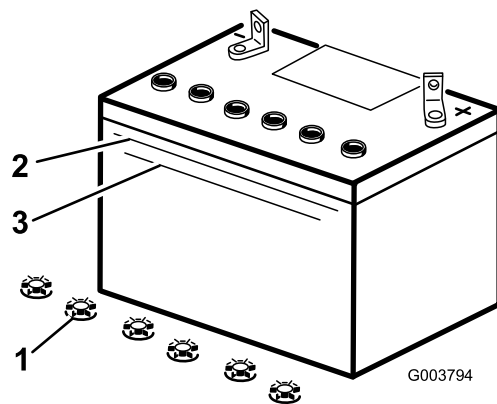

Figure 36
3. Observez le côté de la batterie. Le niveau de l'électrolyte doit atteindre le trait supérieur (Figure 36). Le niveau d'électrolyte ne doit pas descendre au-dessous du trait inférieur (Figure 36).
- Enlevez les bouchons de remplissage de la batterie (Figure 36).
- Versez de l'eau distillée avec précaution dans chaque élément jusqu'au repère supérieur (Figure 36) sur le côté de la batterie.
- Attendez cinq à dix minutes après avoir rempli les éléments. Au besoin, ajoutez de l'eau distillée pour amener le niveau jusqu'au repère supérieur sur le côté de la batterie (Figure 36).